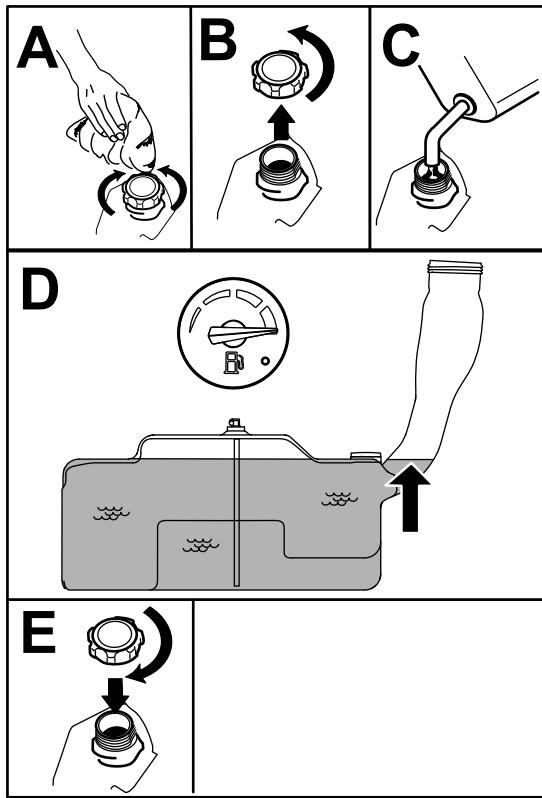

Figure 8
- 5. Remplissez le réservoir de carburant jusqu'à ce que la jauge indique qu'il est plein (Figure 8).**